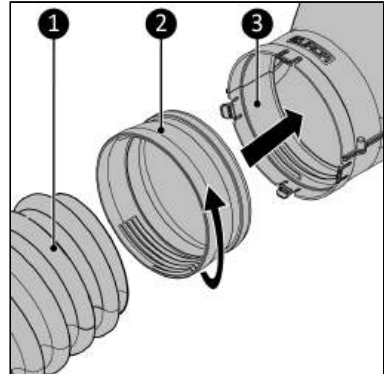

Abbildung 155.
- Mit einem rotierenden System für einen Schlauch mit Kragen (Abbildung 155, Pos. 1).
1. Führen Sie den Klimaanlage Schlauch (Abbildung 155, Pos. 1) in den Adapter (Abbildung 155, Pos. 2) ein und schrauben Sie den Adapter im Uhrzeigersinn auf den Schlauch.
2. Stecken Sie den Adapter mit dem montierten Klimaanlage Schlauch in das Hauptgehäuse des Window Way-out (Abbildung 155, Pos. 3) ein und lassen Sie ihn einrasten.